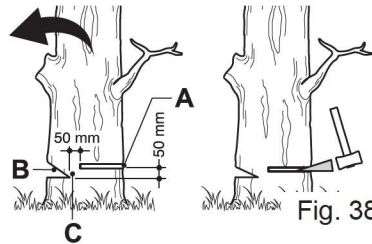

Fig. 38
Efetue o entalhe (Fig. 38, B) com 1/3 do diâmetro do tronco, perpendicular à direção de queda (Fig. 38). Em primeiro lugar, efetue o corte inferior horizontal. Assim, evitará que a corrente ou a lâmina-guia fique entalada quando efetuar o segundo entalhe.
- > Faça o corte de abate (Fig. 38, A) pelo menos 50 mm acima do entalhe horizontal (Fig. 38). Mantenha o corte de abate paralelo ao entalhe horizontal. O corte de abate deve deixar madeira suficiente para atuar como dobradiça. A dobradiça (Fig. 38, C) impede a árvore de oscilar e cair na direção errada. Não corte pela dobradiça.